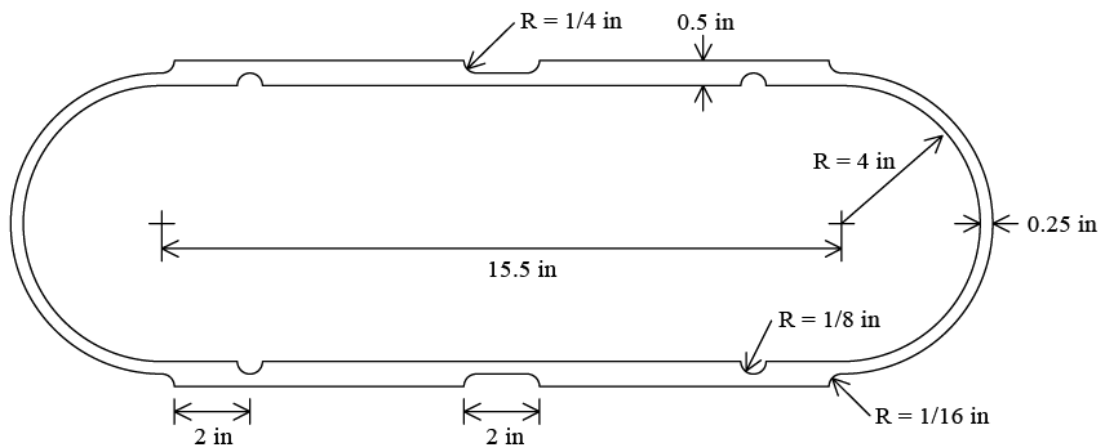

Figura 6 – Esquema da seção transversal do vaso de pressão.
Como exemplo, a figura 6 mostra o esquema da seção transversal de um vaso de pressão feito em ferro fundido ( $E = 14.5 \text{ Msi}$  e  $\nu = 0.21$ ) e está submetido a uma pressão interna de  $p = 1700 \text{ psi}$  que é apresentado em:
- Como na figura 6;